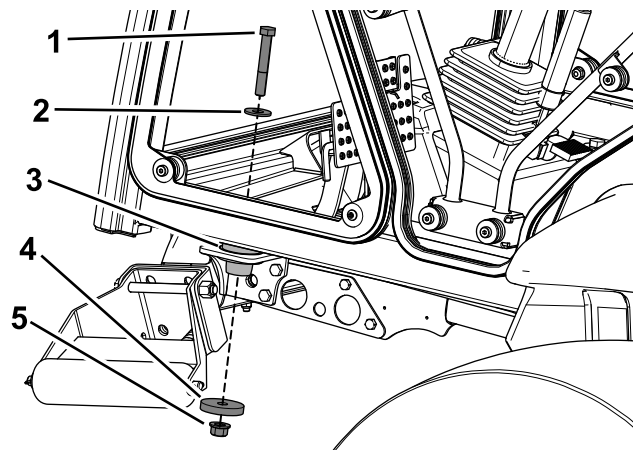

图25
5. 用螺栓（1/2 x 3-1/4 英寸）、垫圈（直径为 1-3/8 英寸）、垫圈（直径为 2-1/4 英寸）和锁紧螺母将驾驶室固定到机器前底座上（图25）。